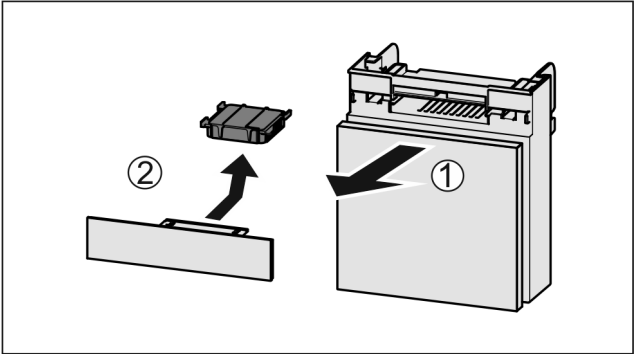

Fig. 148
► 向前拉出 Fig. 148 (1)抽屉。
► 取出 Fig. 148 (2)活性炭过滤器。